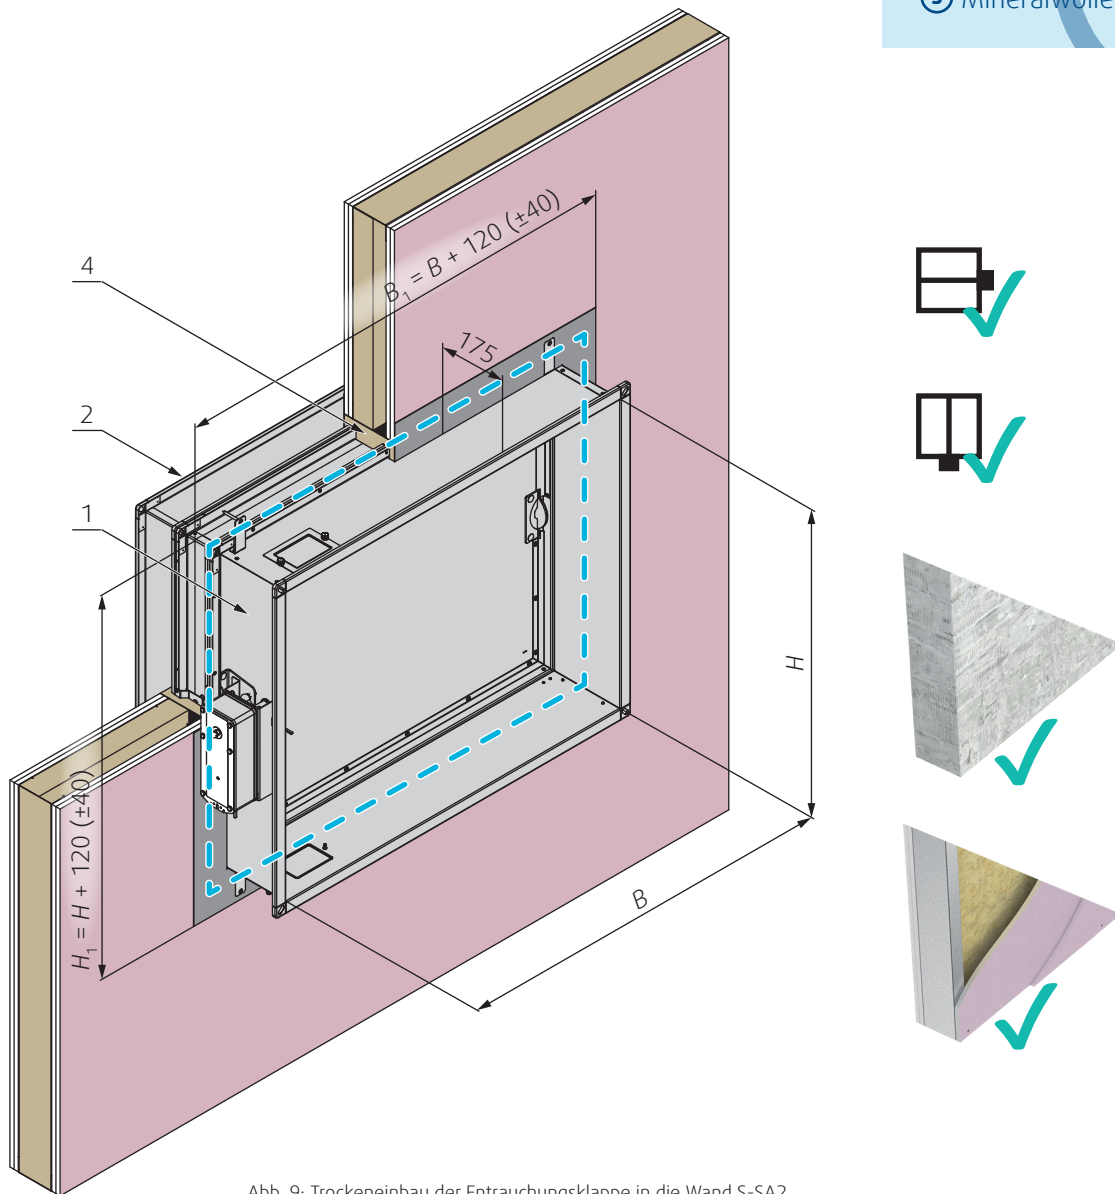

Abb. 9: Trockeneinbau der Entrauchungsklappe in die Wand S-SA2
2. Die Öffnungsmaße werden durch die Nennmaße der Klappe mit zusätzlichem Spiel bestimmt. Die Öffnung wird mit den Abmessungen B_1 und H_1 ausgeführt (Seite 15 Abb. 9).
4. Die gleiche feuerfeste Beschichtung (5) auf die Innenfläche der Wandöffnung auftragen. Sofort nach dem Auftragen der Brandschutzbeschichtung den Dämpfer in die Wandöffnung einsetzen. Befestigen Sie dann die Klappe mit der biegsamen Halterung.
5. Nach dem fixieren der EK mittels der biegsamen Verbindungsflaschen, (3; empfohlener Schraubendurchmesser 5,5 - z.B. DIN7981), die Öffnungsfüllung und die Wandkanten beidseitig gleichmäßig die feuerfeste Beschichtung (5), mindestens 2 mm dick und 100 mm breit, auftragen. Tragen Sie diese Schicht nicht an der Stelle auf, an der sich der Mechanismus befindet, sowie an den Inspektionsöffnungen und Herstellerkennzeichnungen.